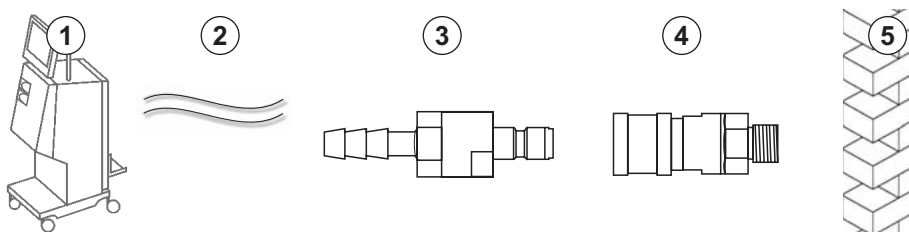

Bild 4-6 Dialysatutlopp med Aquaboss-kopplingar
- 1 anslutningsnippel hane (Bild 4-6 , ③ ), material 1.4571 EPDM
- 1 slangkoppling hona ( ④ ), den flexibla slangens innerdiameter 9 mm, material 1.4571 EPDM
1. Anslut slangen ② till maskinen och fixera med slangklämma eller med en öronklämma.
2. Anslut förslutningsnippel hane ③ till slangen och fixera med slangklämma eller med en öronklämma.
3. Anslut förslutningsnippel hane ③ till slangkoppling hona ④ , som sitter fast i väggen.